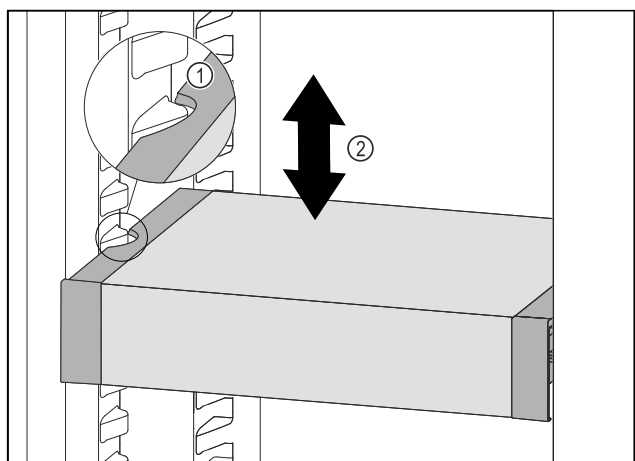

Fig. 63
- ▶ Táhněte VarioSafe dopředu, dokud nebudou boční vybrání VarioSafe na úrovni žebrování na nádoby v chladničce. Fig. 63 (1)
- ▶ Posouvejte VarioSafe v chladničce nahoru nebo dolů, dokud nedosáhnete požadované výšky. Fig. 63 (2)